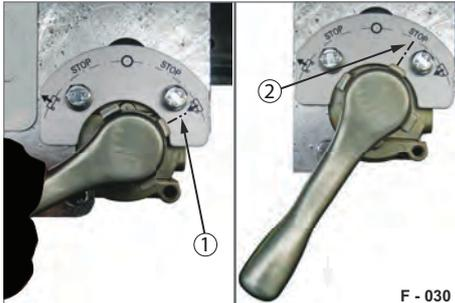

Abb. 30 Anhänger senken
- ▶ Schwenkhebel nach innen drücken und im Uhrzeigersinn auf das Symbol „Senken“ (Abb. 30/1) drehen. Anhänger wird gesenkt.
- ▶ Schwenkhebel bei erreichter Höhe um eine Stufe zurückdrehen in die „STOP“-Stellung (Abb. 30/2).